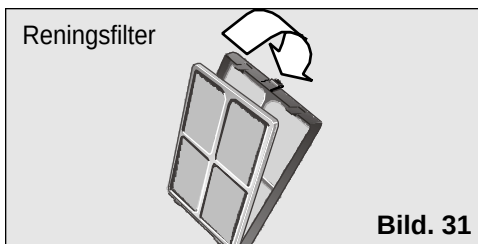

Bild. 31
- ☐ Placera reningsfiltret i basfunksionsfiltret på det sätt som visas på **Bild 31**.